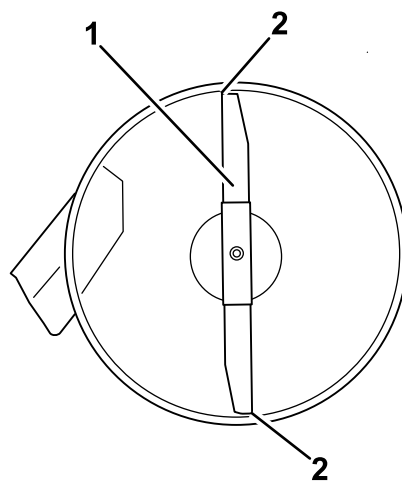

Figura 51
- 4. Gire cuidadosamente las cuchillas colocándolas en el sentido de avance de la máquina (Figura 51).
- 5. Mida entre la punta de la cuchilla delantera y la superficie plana y entre la punta de la cuchilla trasera y la superficie plana (Figura 51).
9. Después de realizar el ajuste, compruebe de nuevo la inclinación longitudinal, y siga ajustando la tuerca hasta que la punta de la cuchilla delantera esté entre 1.6 mm y 7.9 mm (1/16" a 5/16") más baja que la punta de la cuchilla trasera (Figura 51).